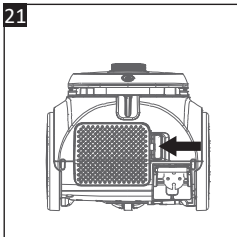

Fig. 21
2. À l'arrière de l'aspirateur, poussez la languette du couvercle de sortie d'air (25) vers la gauche pour le déverrouiller et le retire (Fig. 21).